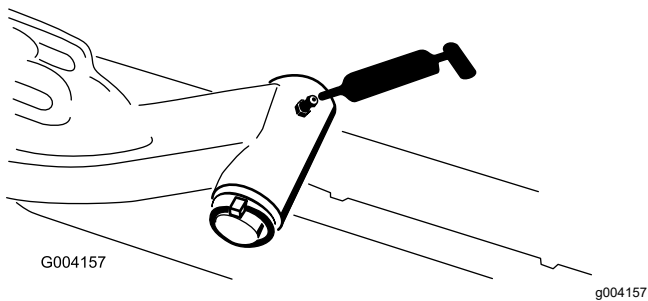

Figura 71
- Eixo das articulações do braço de elevação (1 cada) (Figura 71)